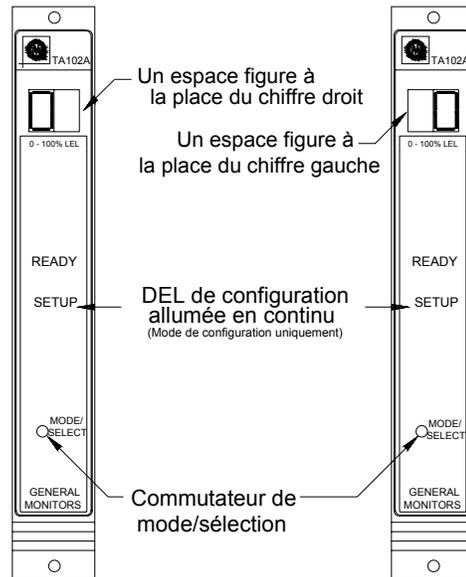

Figure 48 – Entrer le mot de passe
- Si l'option du mot de passe est activée, un espace figurera à la place du chiffre gauche de l'affichage et un **0** apparaîtra à la place du chiffre droit (Figure 48). Appuyez sur le commutateur de **mode/sélection** jusqu'à ce que le premier chiffre de votre mot de passe s'affiche, puis attendez cinq secondes.
- Un espace vierge viendra remplacer le chiffre gauche de l'affichage et un **0** apparaîtra à l'emplacement du chiffre droit (Figure 48). Appuyez sur le commutateur de **mode/sélection** jusqu'à ce que le nombre correct de mot de passe s'affiche, puis attendez cinq secondes. Si le mot de passe est correct, le module passera à l'option Inhibit. Si le mot de passe est incorrect, l'utilisateur ne sera pas capable de continuer et le module retournera à son mode de fonctionnement normal. Une fois en mode de fonctionnement, l'utilisateur a la possibilité d'essayer d'accéder à nouveau au mode de **configuration**. Le mot de passe configuré par défaut en usine est **00**.